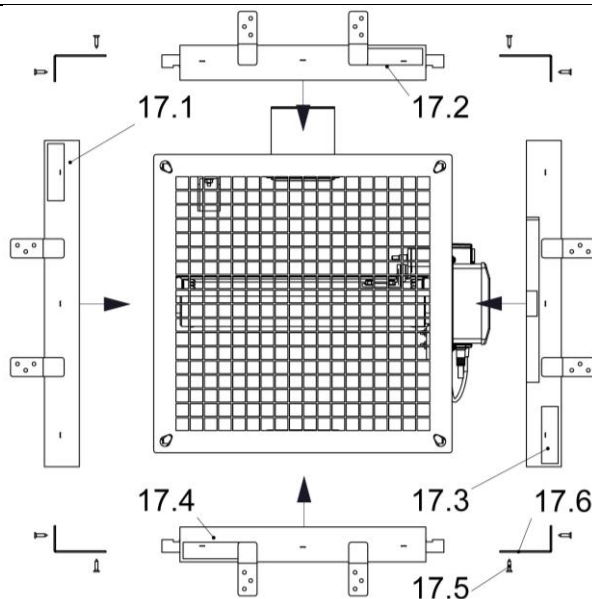

Abbildung 41: BKA-Ü mit Einbaurahmen Typ ER-A1 (lose)
Ist der Einbaurahmen Typ ER-A1 als Bausatz lose bestellt bzw. geliefert worden, muss dieser noch anhand nachfolgender Anleitung an BKA-Ü (s. Abbildung 41) montiert werden.
- BKA-Ü auf den Flansch der Bedienseite (BS) stellen.
- Umlaufend um das Gehäuse BKA-Ü (Pos.1) werden entsprechend der Abbildung 41 die beiden B- sowie H-Teile (Pos 17.1 - 17.4) positioniert.